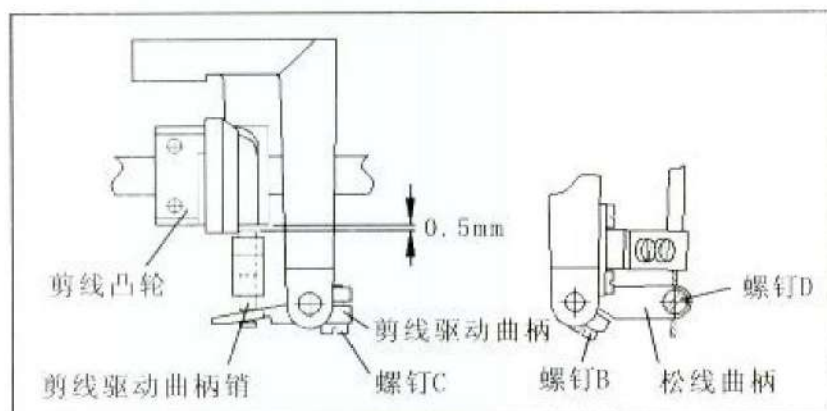

图25
3) 剪线驱动曲柄销与剪线凸轮间隙的调整 (图25)：
6) 夹线板松线间隙的调整 (图25) :